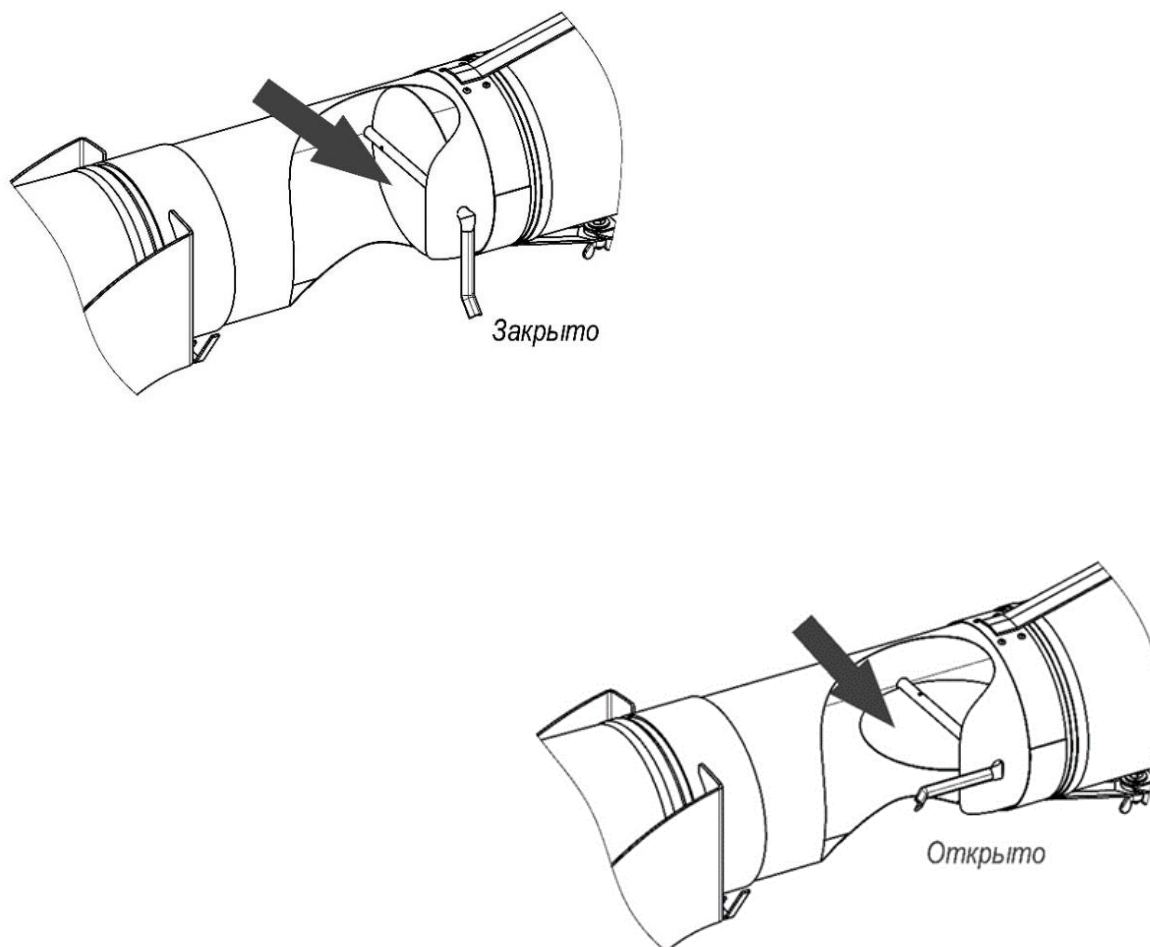

Рисунок 12
5.7.1 Для регулировки расхода воздуха необходимо изменить положение заслонки, установленной в металлическом воздуховоде внешней трубы. Положение ручки заслонки при полностью открытом и полностью закрытом проходе показано на рисунок 12.